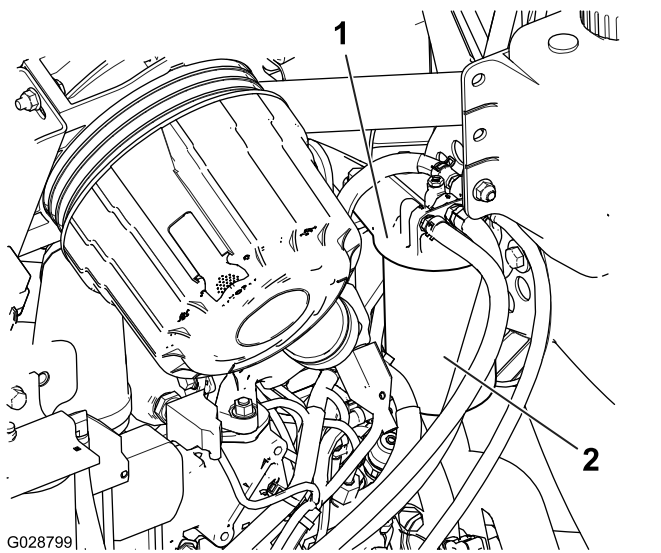

Figura 59
1. Pulite l'area circostante la testa del filtro del carburante (Figura 59).
2. Togliete il filtro e pulite la superficie di montaggio della testa del filtro (Figura 59).